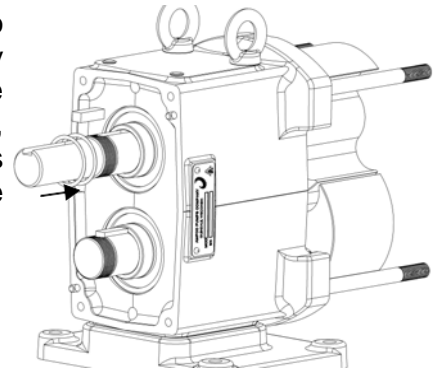

Figura 57: Instalación de calza de engrane
9) Si los espacios son incorrectos, se pueden ajustar calzando un engrane. Retire las tuercas de seguridad de los engranes y los engranes, y agregue calzas a un eje (Figura 57). El engrane que se calza se determina después de revisar los espacios, quizás se necesite un ensayo y error. Una vez que las calzas están en su lugar, reensamble los engranes y asegúrese de que los espacios son correctos. Retire los rotores de los ejes.